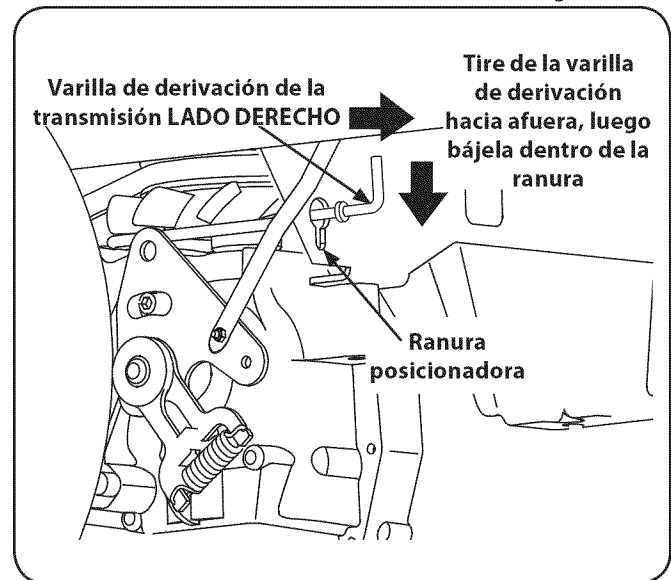

Figura 6-5
1. Ubique las varillas de derivación de transmisión, justo delante de los dos neumáticos traseros. Vea la Figura 6-5.